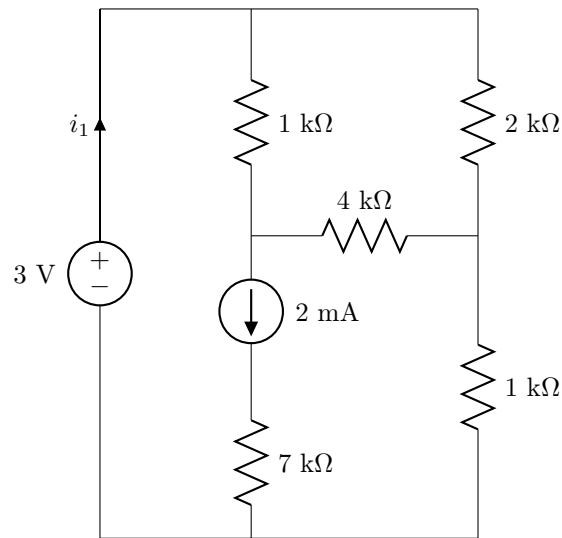

Figura 3.4: Circuito del problema 6.
6. En el circuito de la figura 3.4, halla  $i_1$ .